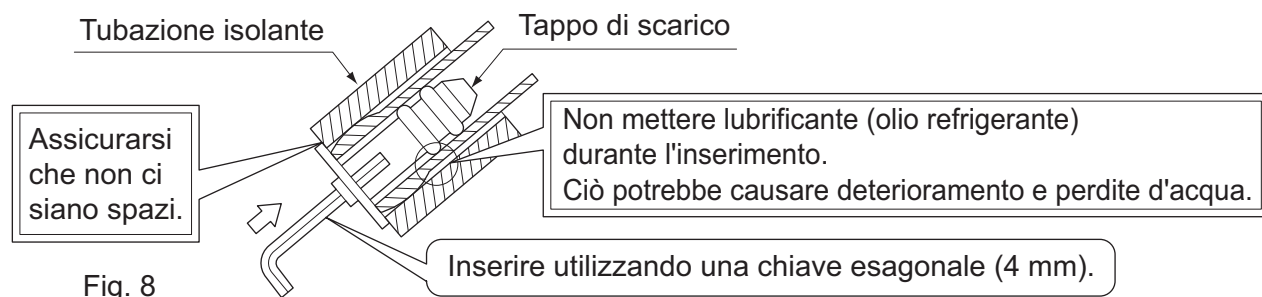

Fig. 8
- Rimuovere il tappo dello scarico, la tubazione isolante e il tubo flessibile di scarico dalla vaschetta di scarico e reinserirla al suo posto. **(Fare riferimento alla Fig. 8)**
- Collegare preventivamente le tubazioni del refrigerante realizzate sul posto, abbinandole ai simboli del tubo del liquido e del gas incisi sulla piastra di installazione (1).